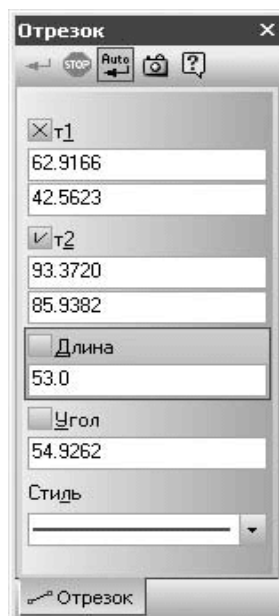

Рис. 2.5. Параметры команды ввода отрезка
3. На панели Геометрия нажмите кнопку Отрезок. Станет активной команда создания отрезка, а на панели свойств появятся элементы управления, отвечающие параметрам этой команды (рис. 2.5).